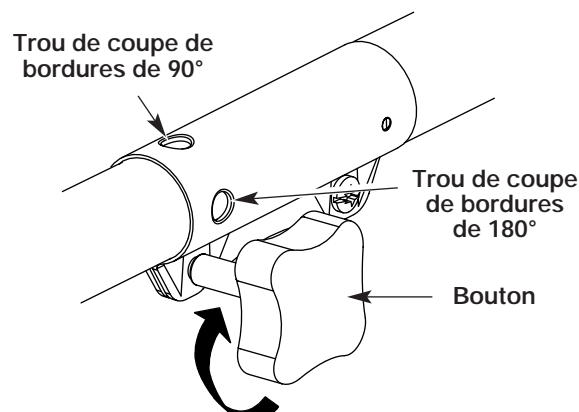

Fig. 11
3. Serrez le bouton en le tournant à droite (Fig. 11).